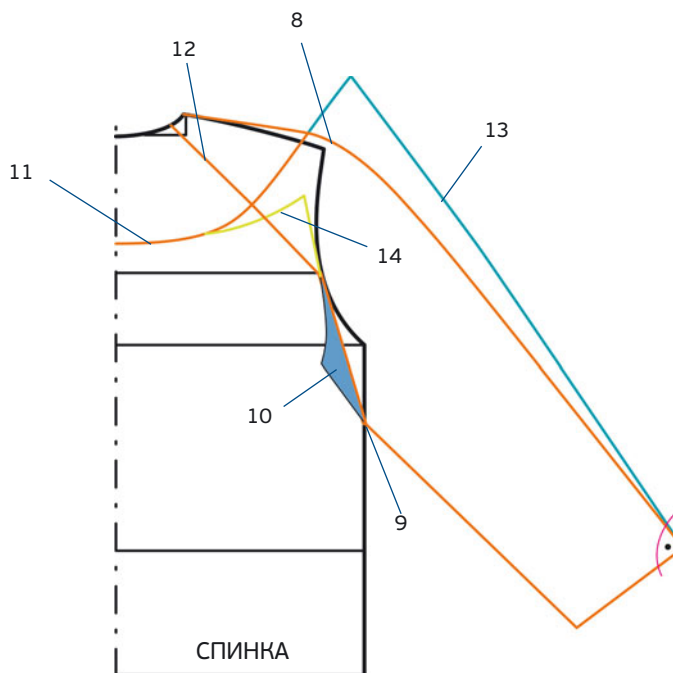

РИС. 2
10. Перечертите в зеркальном отражении полученную деталь (рис. 2, синим цветом).
13. Увеличьте по ширине рукав тем же способом, что и на переде (рис. 2, синим цветом).
14. Затем, как и для переда, увеличьте ширину кокетки спинки (рис. 2, зеленым цветом).